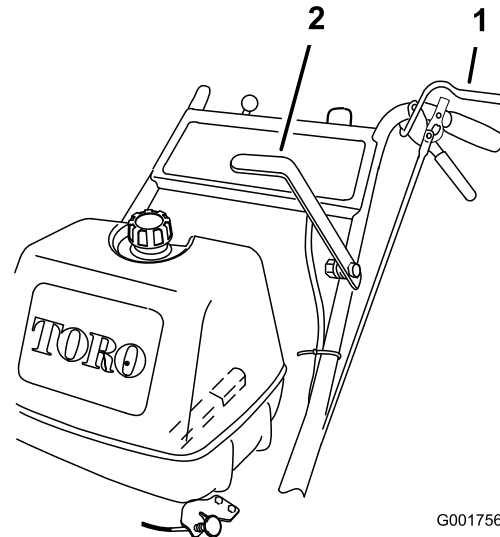

Figure 7
1. Serrez les leviers de détection de présence de l'utilisateur contre les poignées (Figure 7).
2. Poussez le levier de commande des lames (PDF) fermement en avant jusqu'à ce qu'il bascule en position de verrouillage (Figure 7).
Tirez le levier de commande des lames (PDF) complètement en arrière (Figure 7).